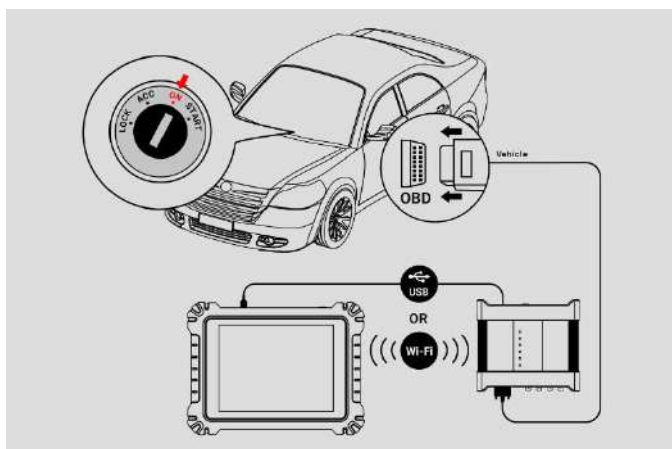

Figure 7-1 Exemple de diagramme de connexion
1. Veuillez vous référer à la **figure 7-1 Exemple de schéma de connexion** pour compléter la connexion. Mettez le contact.